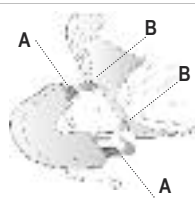

figura 6
**Rimozione:** Sganciare i bottoni automatici (A) e rimuovere la calottina interna.
**Inserimento:** Posizionare la calottina all'interno del casco controllando il verso di montaggio. Agganciare i bottoni automatici (A). Dopo il fissaggio controllare che la calottina aderisca correttamente all'interno del casco (imbottitura in polistirolo).
**Imbottiture laterali interne: GUANCIALI- Smontaggio e Rimontaggio - vedi figura 6**